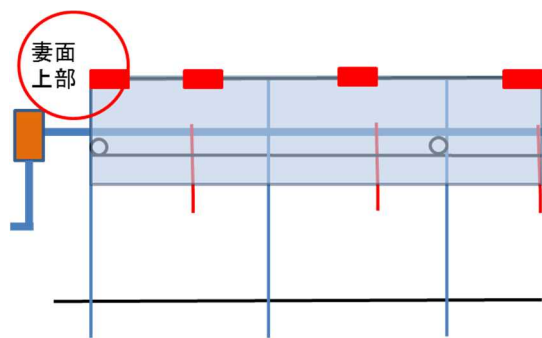

図26 雨よけフィルムをパッカーで固定
- 雨よけフィルムの展開は、緩まないように、最初に両端の妻面上部をパッカーで固定し、その後はアーチパイプとアーチパイプとの中間部をパッカーで固定する。(図 26)